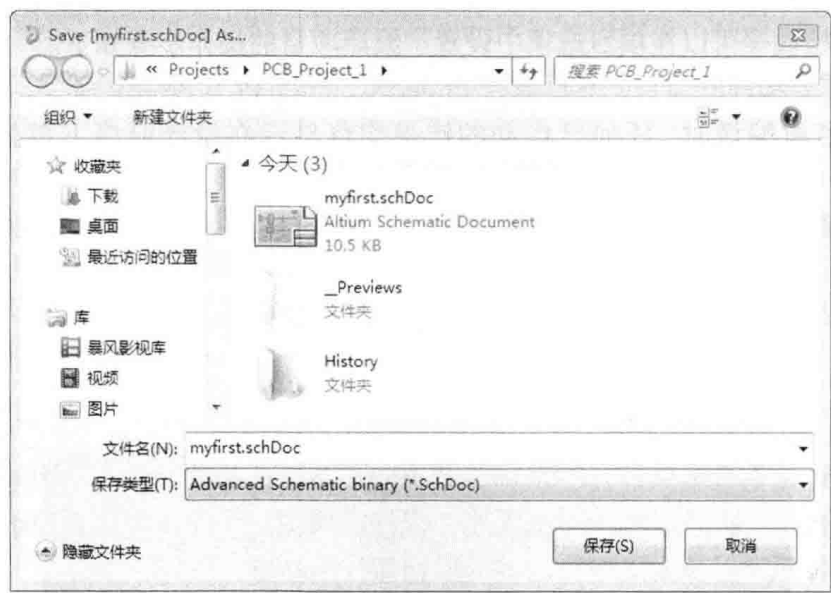

图 1.1.9 保存原理图文件
*.SchDoc)。此时系统弹出如图 1.1.9 所示的对话框，在该对话框中可以指定这个原理图保存的位置和文件名，如 myfirst.schDoc，并单击“保存”按钮。